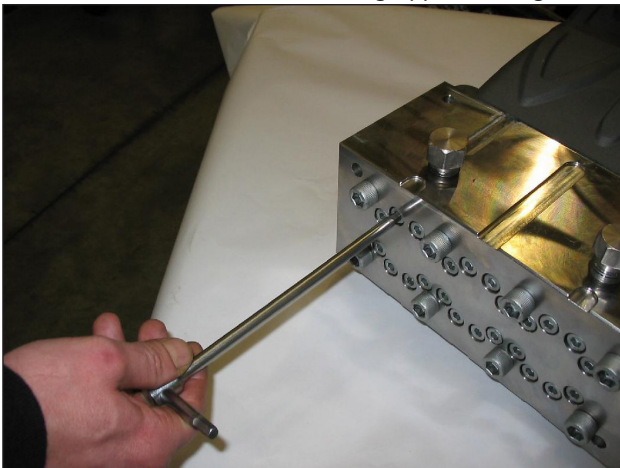

Abb. 34
**- Lockern Sie die Befestigungsschrauben M8x100 der Buchsen am Kopf gemäß Abb. 34, um die Ventilgruppen freizugeben.**